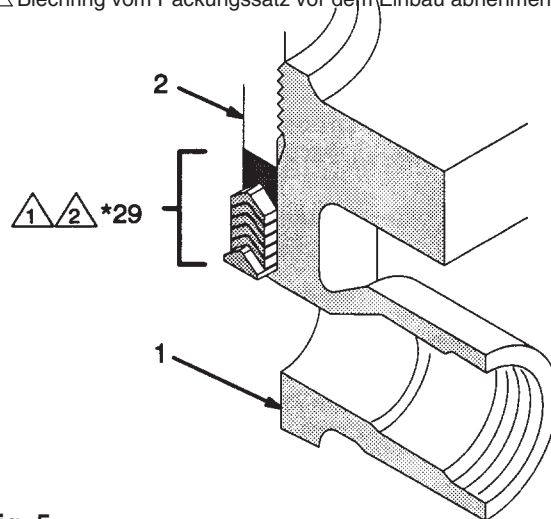
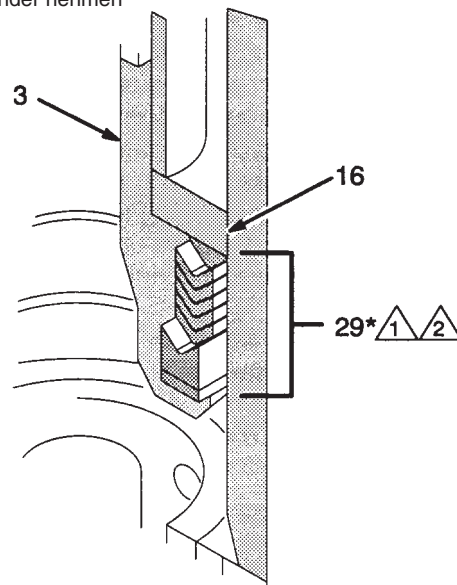

Fig. 5
Fig. 6
- 1  Siehe Detail Abb. 5
- 2  Siehe Detail Abb. 6
2. Bleche von einem der im Reparatursatz enthaltenen Packungssätze (29*) abnehmen und Packungssatz in Pumpengehäuse einbauen. Lippen der V-Packung müssen nach unten zeigen, siehe Abb. 5.
3. Packungsmutter/Öltasse (2) lose eindrehen.
4. Anderen, im Reparatursatz enthaltenen Packungssatz (29*) auf dem Kolben (3) installieren. Satz nicht auseinander nehmen. Lippen der V-Packung müssen nach oben zum Kolben zeigen. Siehe Abb. 6.